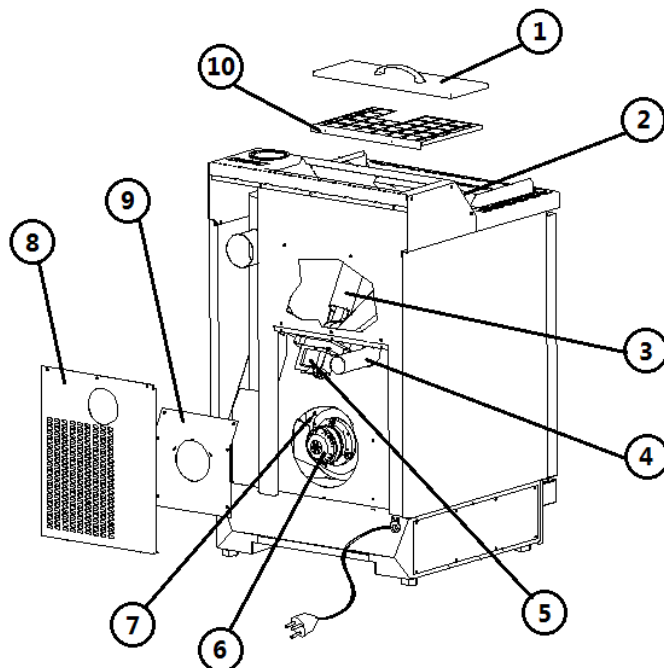

Fig. 36 - Vista posteriore
LEGENDA Fig. 36 a pag. 35
- Svitare le 3 viti del pannello ispezione + le 6 viti del carter aspiratore (vedi **Fig. 36 a pag. 35**).